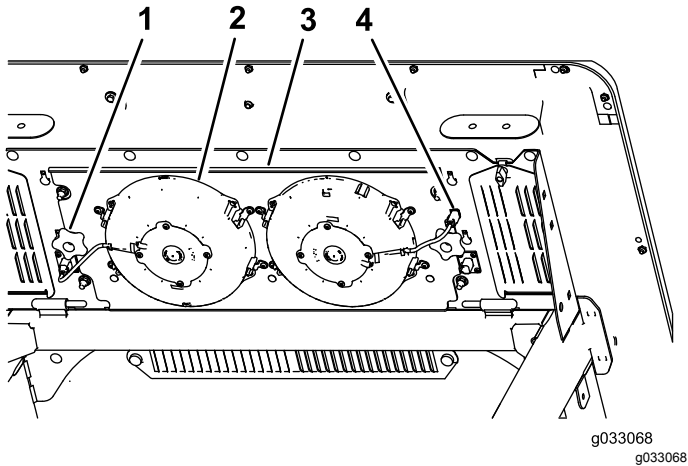

Figura 57
2. Pestaña (4)
3. Desconecte el enchufe y el cable de los ventiladores de la toma (Figura 57).
4. Retire los 2 mandos que fijan el conjunto del panel del ventilador y los ventiladores a la parte inferior de la parte superior de la cabina (Figura 57) y retire el conjunto.